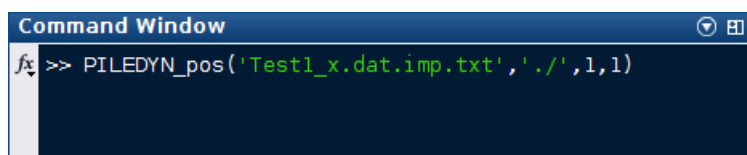

Figura 4.10: Ejemplo de comando para ejecutar el módulo de posprocesado.
2. Cambiar a la carpeta de PILEDYN, si es necesario, y ejecutar un comando como el mostrado en la figura 4.10 (Adáptense los argumentos de entrada según el caso).